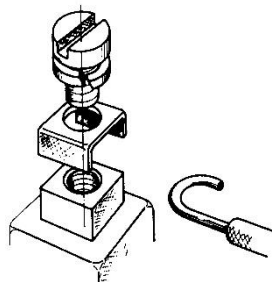

Fig. 5: Raccordement du conducteur de protection
3. Raccorder le conducteur de protection à la vis de mise à la terre conformément à la Fig. 5